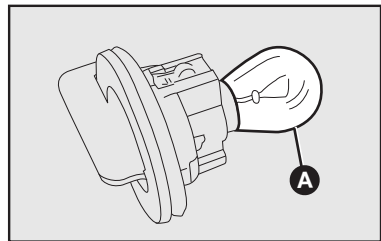

fig. 24
- 3) Retirar a lâmpada **A**—**fig. 24**, empurrando-a um pouco e girando-a em sentido anti-horário.